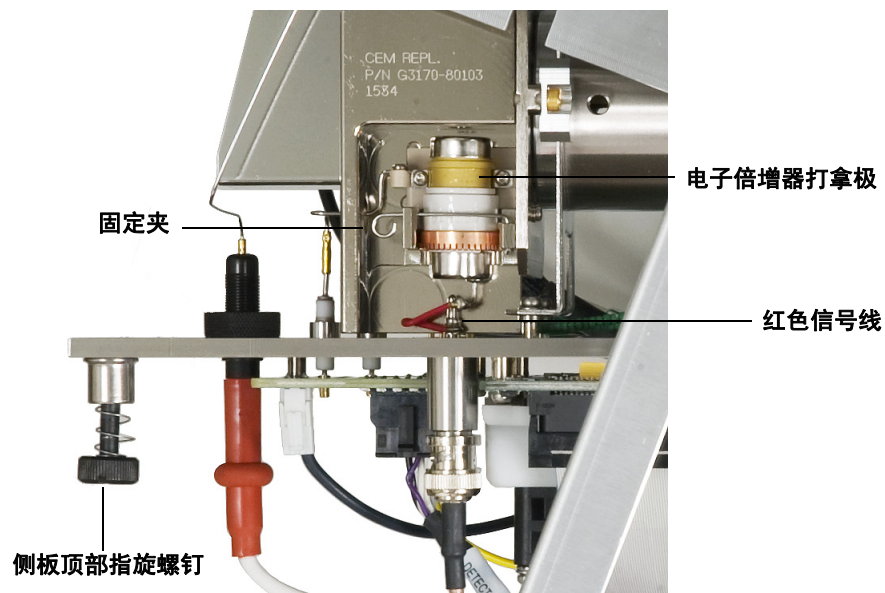

图 28 更换电子倍增器打拿极
- 3 打开固定夹（见图 28）。提起固定夹把手，旋转固定夹，使其脱离电子倍增器打拿极。